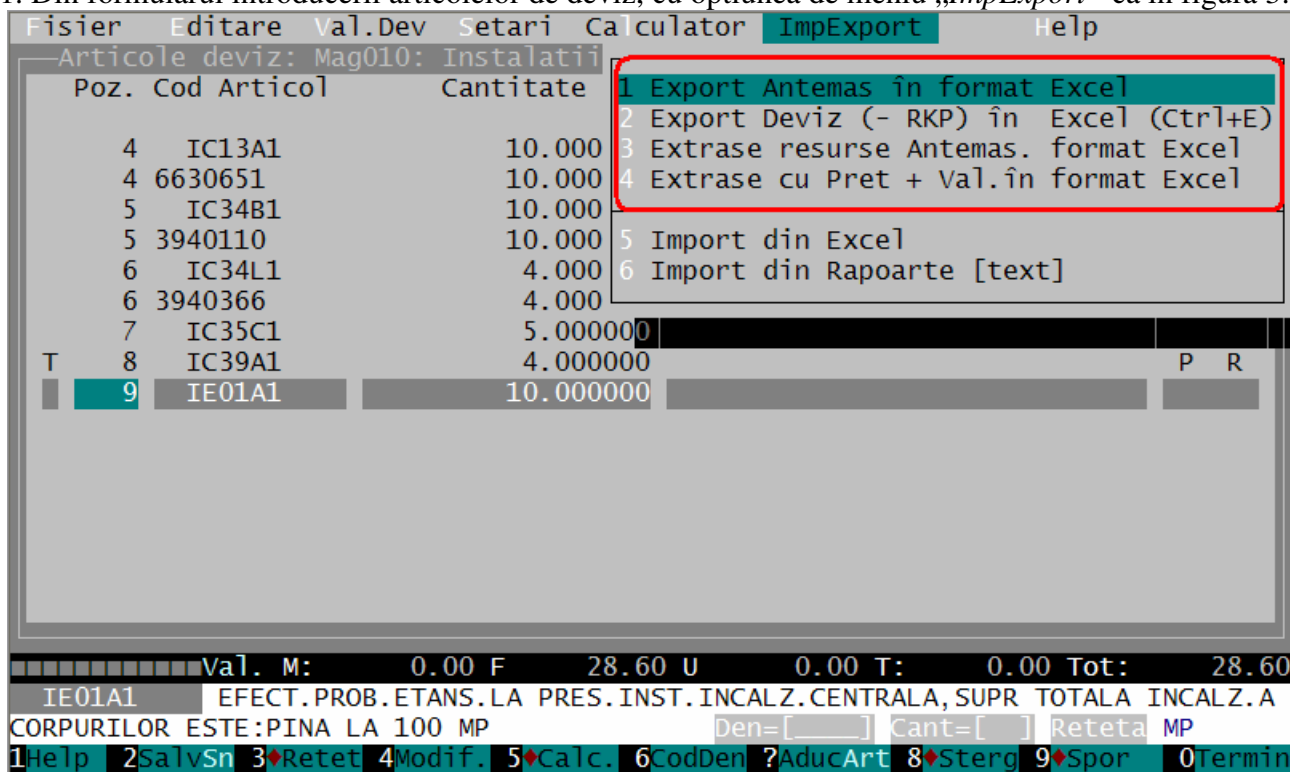

Figura 3.01. – Exportul de antemăsuratori, devize si extrase de resurse in Excel, din formularul introducerii articolelor de deviz
1. Din formularul introducerii articolelor de deviz, cu optiunea de meniu „ImpExport” ca în figura 3.01: